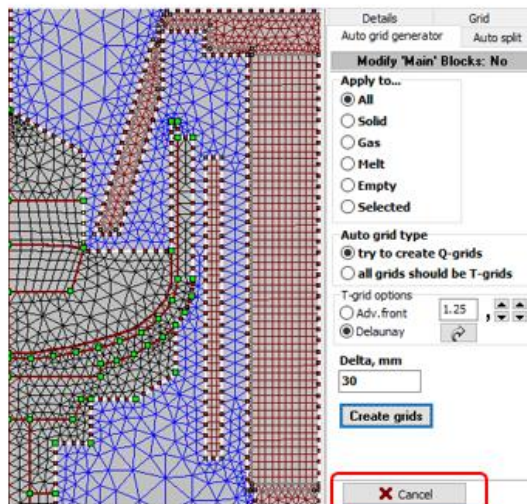

図 1. 1D/2D グリッドのメッシュ作成画面 (キャンセルボタン)
- 1D/2D の自動メッシングにおけるキャンセル機能の追加 (図 1)